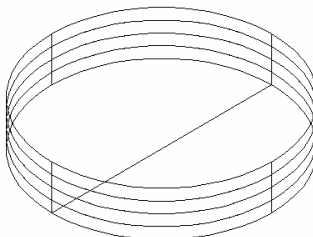

图 9-19
(2)单击【视图】/【三维视图】/【西南等轴测】选项，然后再单击绘图工具栏上的按钮绘制一个半径为 100 的圆，接着再单击绘图工具栏上的按钮，绘制一条直线，随后再单击【绘图】/【实体】/【拉伸】选项，将它拉伸 10。效果如图 9-19 所示：